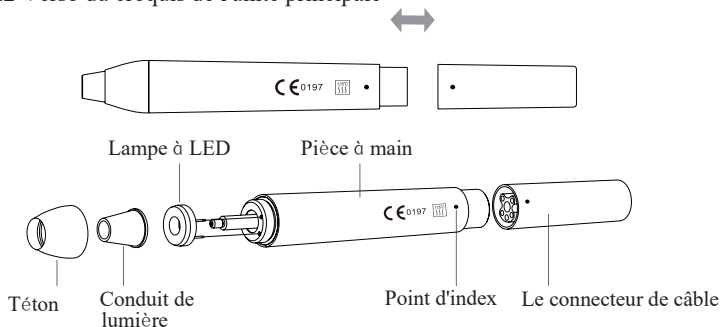

figure 2
2.1.3 Insérez la fiche de la pédale dans sa prise. (voir figure 2)
2.1.4 Remplissez la boîte avec de l'eau ou connectez une extrémité du tuyau d'eau à l'entrée d'eau et l'autre extrémité à la source d'eau propre. (voir figure 2)